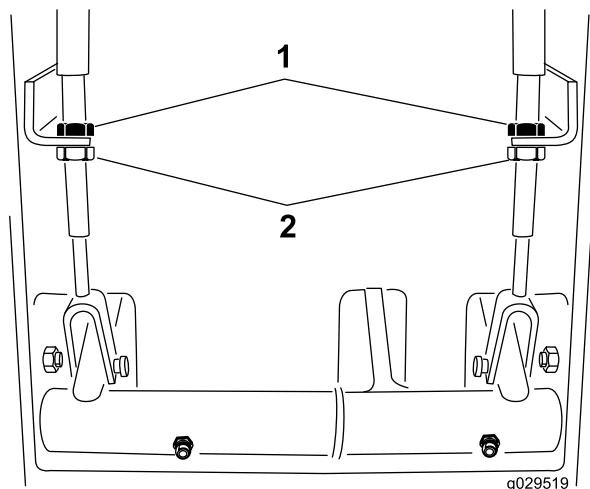

Figura 74
2. Para reducir la holgura de los pedales de freno, afloje las contratuercas delanteras en el extremo roscado del cable de freno (Figura 74).